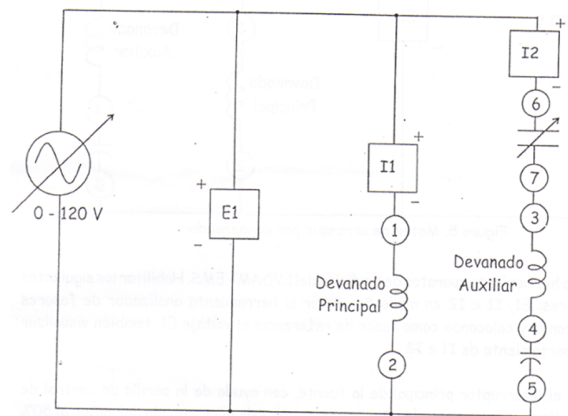

Figura 17. Motor de arranque por condensador.
- 36. Montar el circuito de la Figura 17, seguir las recomendaciones del numeral uno del procedimiento.